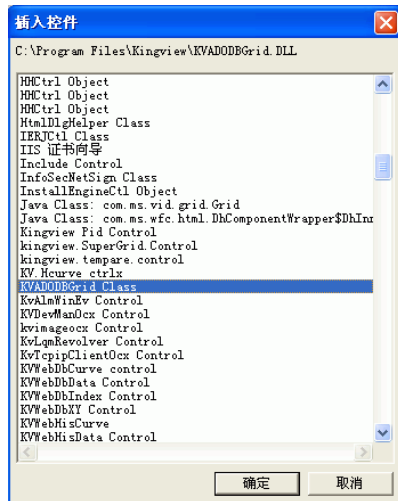

图 9-11 通用控件对话框
- 1、单击工具箱中的“插入通用控件”工具或选择菜单命令“编辑\插入通用控件”，则弹出控件对话框。在控件对话框内选择“KVADODBGrid Class”选项，如图 9-11 所示：